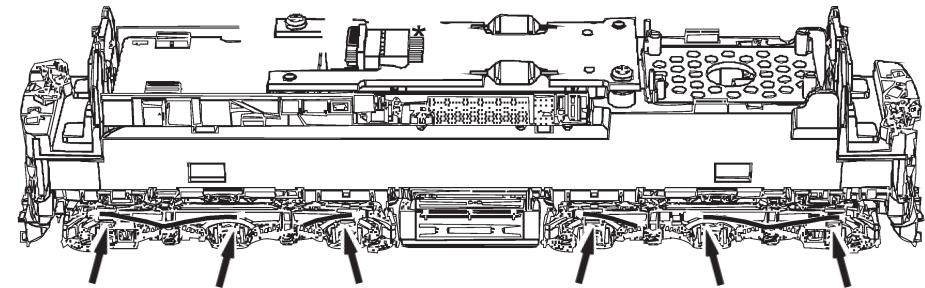
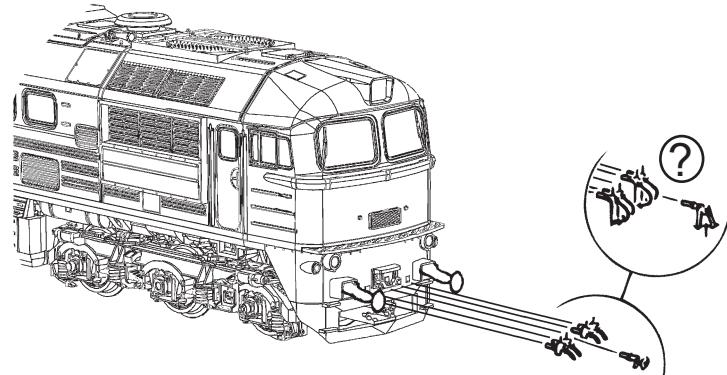

Fig. 9
Fig. 3
Mehrzugbetrieb: Zuerst Lokgehäuse abnehmen (Fig. 3). Danach den Brückenstecker aus der Schnittstelle entfernen (diesen sorgsam aufbewahren). Danach den Stecker des Steuerbausteins lagerichtig einsetzen (siehe Fig. 5).
2. Schmierung: Versehen Sie die im Schmierplan in Fig. 7 gekennzeichneten Stellen mit nur **kleinen Öltropfen**. Dazu zuerst das Lokgehäuse abnehmen (Fig. 3). Wir empfehlen den ROCO **Öler Art.-Nr. 10906**. Fürs Schmieren der Getriebeteile (Zahnräder, Schnecke) empfehlen wir das **ROCO-Spezialfett Art.-Nr. 10905**. Im Falle der Schmierung diese Teile **nicht ölen**.
4. Motorwechsel: Lokgehäuse abnehmen (Fig. 3). Danach wird der Motor ausgebaut (Fig. 9).
2. Lubrication: Apply **tiny oil drops** to spots marked in fig. 7. Prior to lubrication dismantle locomotive (fig. 3). We recommend using item no. **10906, ROCO oiler**. For lubrication the gearparts (e.g. cogwheels, worm) we would recommend our ROCO **special grease** (item no. **10905**).
4. Motor Changing: First remove loco body (fig. 3), and then the motor (fig. 9).
2. Graissage: N'appliquez **qu'une tout petite goutte** aux endroits indiqués par le plan de graissage (fig. 7) après avoir démonté la caisse de la locomotive (fig. 3). Nous vous recommandons **le graisseur à huile ROCO réf. 10906**. Pour graisser les engrenages (roues dentées, vis sans fin) nous vous conseillons la **graisse spéciale ROCO réf. 10905** pour engrenages en matières synthétiques. Lorsque vous utilisez cette graisse il faut éviter d'huiler ces composants.
4. Remplacement du moteur: Démontez la caisse (voir fig. 3). Démontez ensuite le moteur (fig. 9).
voir } Fig.3
voir } Fig. 3